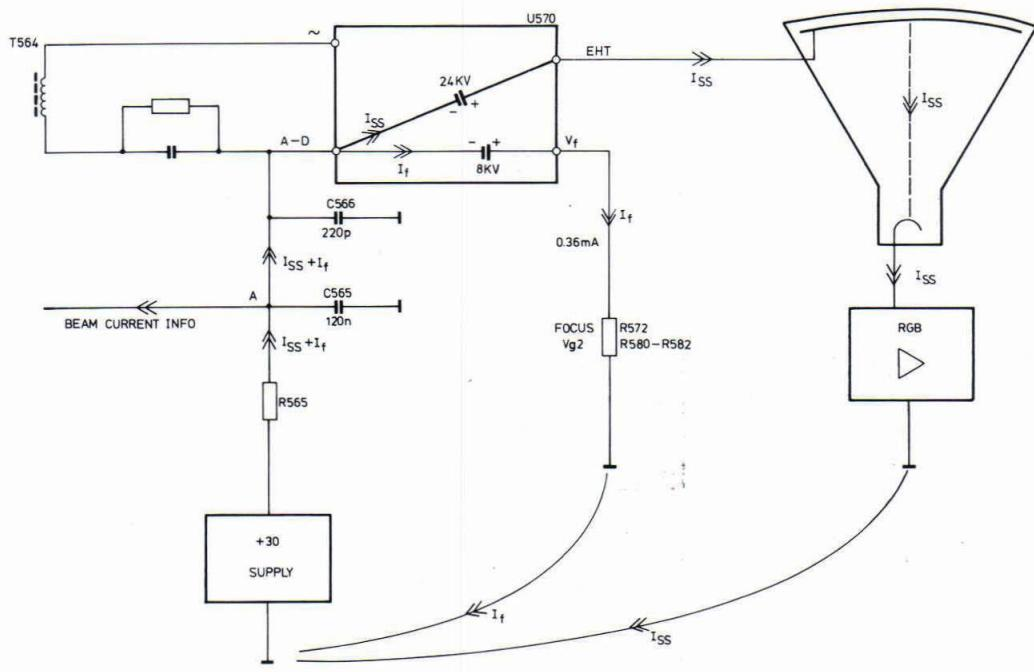

Fig. IX-14
4. De straalstroominformatie (Fig. IX-14)